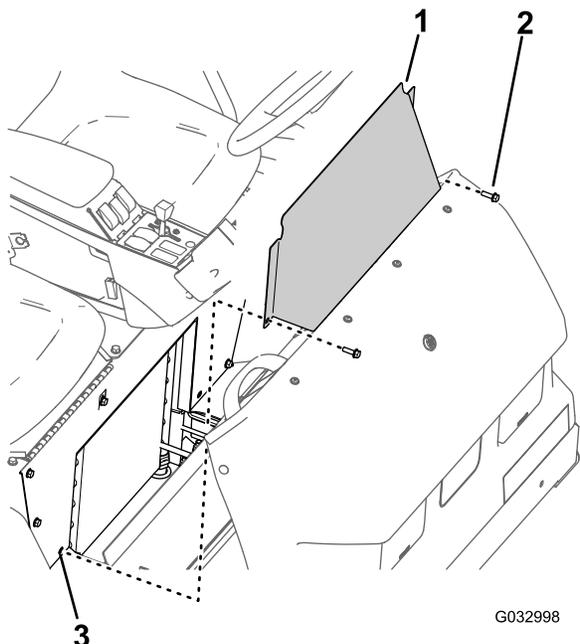

Figura 64
1. Retire los 2 pernos con arandela prensada que sujetan el panel de acceso de la base del asiento a la base del asiento (Figura 64).
2. Retire el panel de acceso de la base del asiento de la máquina (Figura 64).
1. Alinee los taladros del panel de acceso de la base del asiento con los taladros de la base del asiento (Figura 64).
2. Monte el panel de acceso de la base del asiento en la base del asiento con los dos pernos con arandela prensada (Figura 64) que retiró en el paso 1 de Retirada del panel de acceso de la base del asiento (página 56).